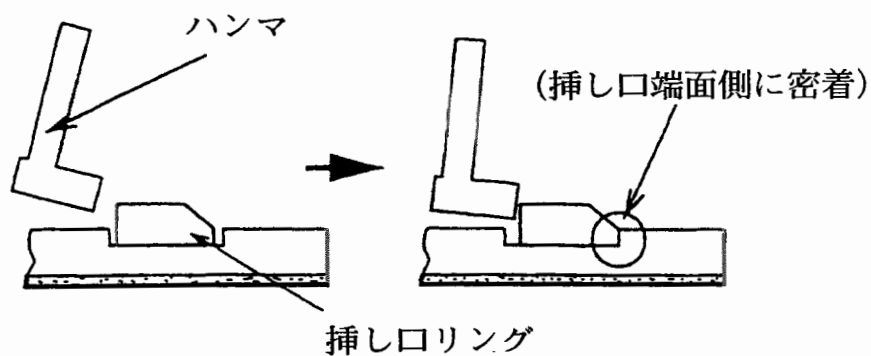

図27 ハンマによる密着方法
S形管を現地切管する場合には、図27に示す切管用挿し口リングを使用して挿し口突部を形成する。現地切管できる管の呼び径は500～1600であり、管の種類は1種管またはPF種管とする。
- (3) 挿し口リングをロックリング絞り器で絞った状態で、傷つかないようにプラスチックハンマなどを使って図27に示すように溝部の挿し口端面側に密着させる。